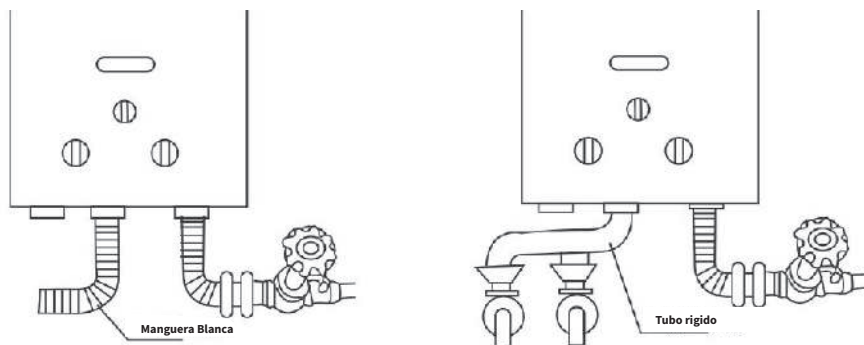

Fig. 6
c. La tubería de suministro de agua caliente puede conectarse mediante una manguera metálica blanda (lo más corta posible), o directamente mediante una tubería de agua rígida. La tubería rígida es adecuada para desoxidar tuberías de cobre o de acero inoxidable. Para el suministro de agua caliente a larga distancia, lo mejor es instalar una válvula de control en la tubería de suministro de agua caliente(Fig.6).